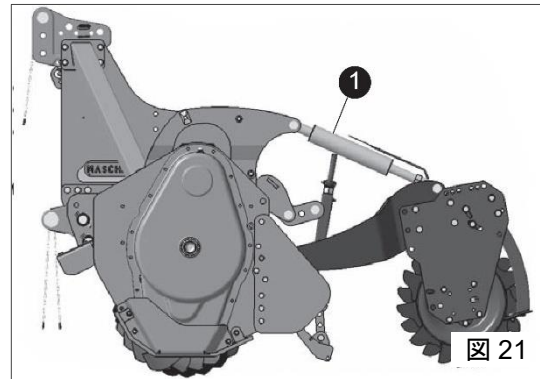

図 21
ロータリーハローは、ローラーを調整するための2つのシリンダを備えています。(図 21 の①)